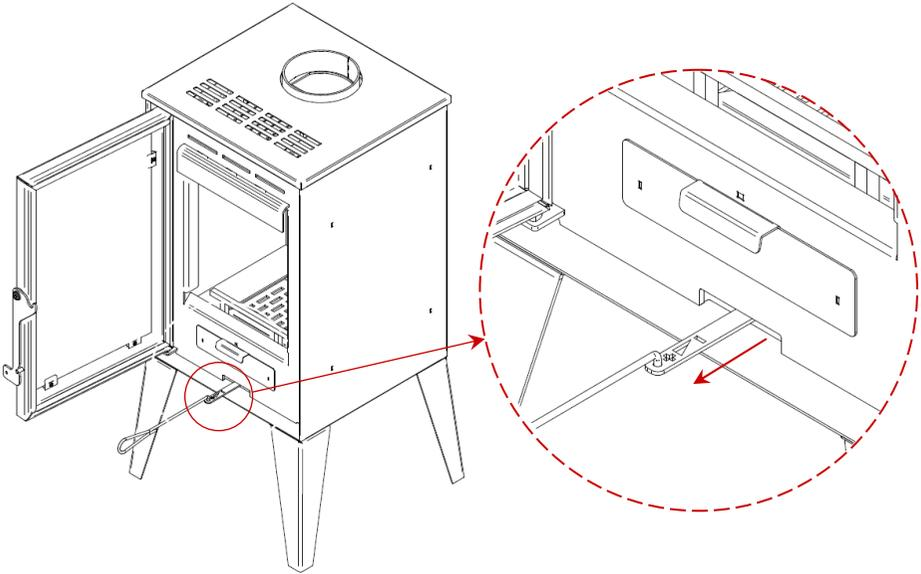

Figure 19 - Régulateur d'air en position d'air primaire ouvert
La Figure 19 montre le régulateur d'air de combustion. Cela permet de contrôler la quantité d'air qui entre dans le poêle et donc de contrôler la combustion du combustible.
- L'air primaire doit être ouvert pendant le démarrage jusqu'à ce que le bois soit bien allumé, c'est-à-dire que le régulateur est complètement en position (+), Figure 19.